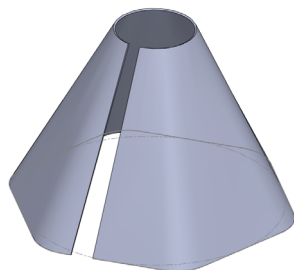

图 9-62 放样折弯特征效果
(4) 单击【确定】按钮，即可放样折弯钣金特征，效果如图 9-62 所示。